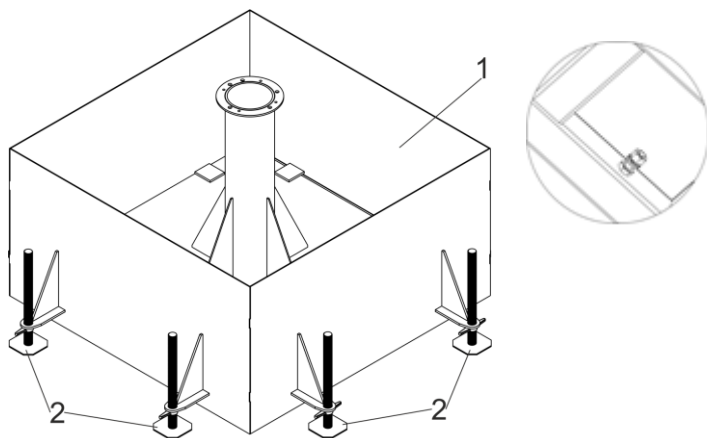

Рисунок 2.
- Основание установить на аутригеры. Предварительно согнуть регулировочную гайку до упора. Присоединить заземляющий трос к болту заземления (рис.2);